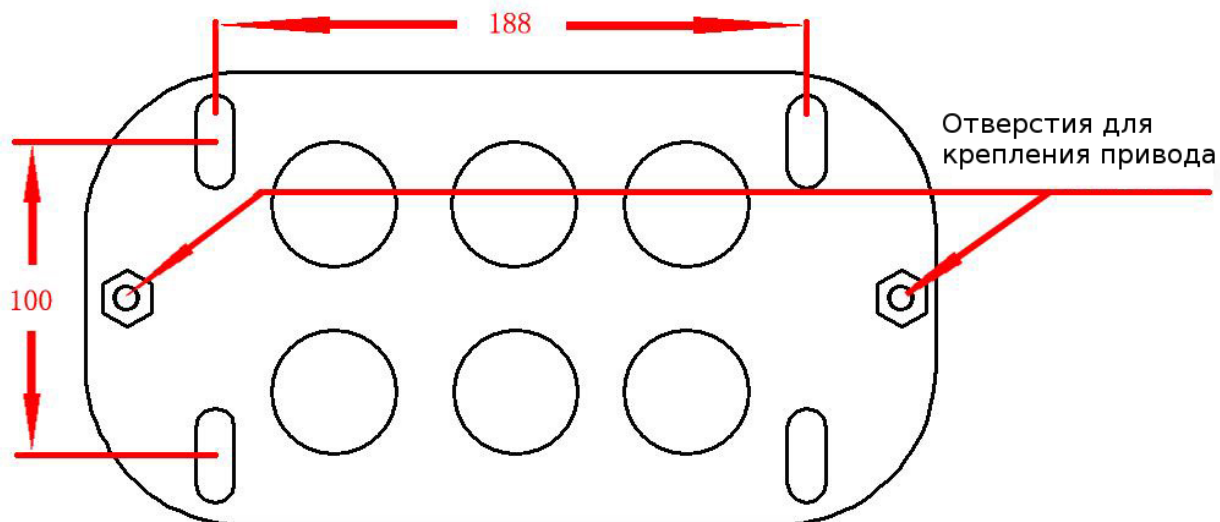

Рис. 2 Размеры монтажной пластины привода
- Подготовьте место установки привода (бетонное или металлическое основание), размеры монтажной пластины привода приведены на Рис.2. Расположение места установки выберите